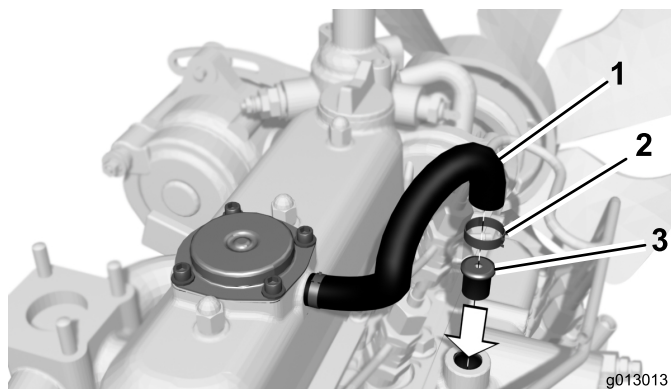

Bild 2
8. Entfernen Sie die Schlauchklemme, mit der der Entlüfterschlauch am Entlüfterrohr im Einlassverteiler befestigt ist (Bild 2). Schieben Sie den Schlauch vom Rohr.
9. Setzen Sie die neue Einlassöffnung in das Ende des Entlüfterrohrs ein (Bild 2).
7. Entfernen Sie Rückstände von dem Bereich, in dem der Entlüfterschlauch an das Entlüfterrohr angeschlossen ist (Bild 2).